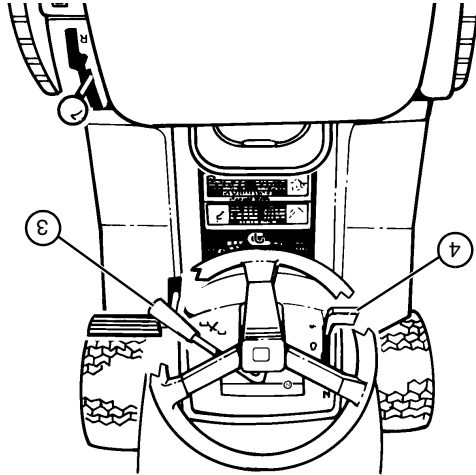

FIGURA 18
- Spostare la leva dell'acceleratore (4) sulla posizione VELOCE (vedere FIGURA 18).
- Spingere la leva della presa di forza (3) in avanti per attivare le lame.